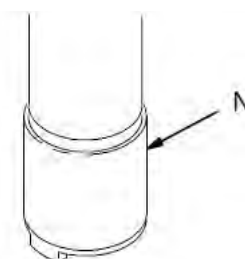

図 4
ポンプを最低 5 分間ゆっくりと回転させ、その後停止してエアホースを取り外します。吸入バルブ (N) のボールで上に押し上げて、ポンプの下部の液体を排出します。図 4 を参照してください。ポンプをひっくり返して、ポンプの上部の液体を排出します。